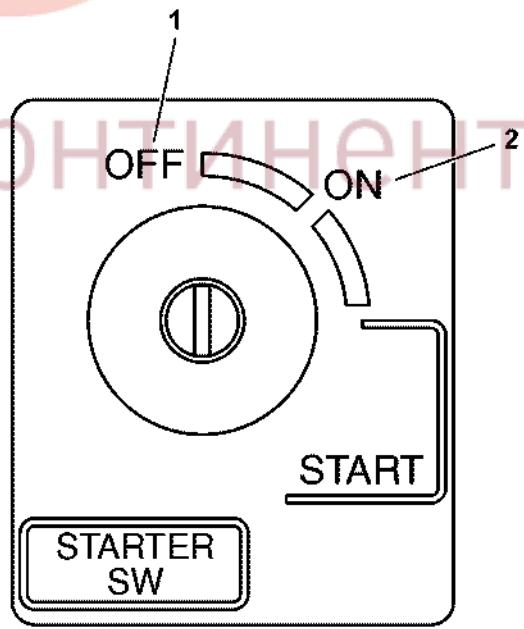

Рис. 53
4. Поверните ключ зажигания из положения OFF (ВЫКЛ.) (Рис. 53, (1)) в положение ON (ВКЛ.) (Рис. 53, (2)).